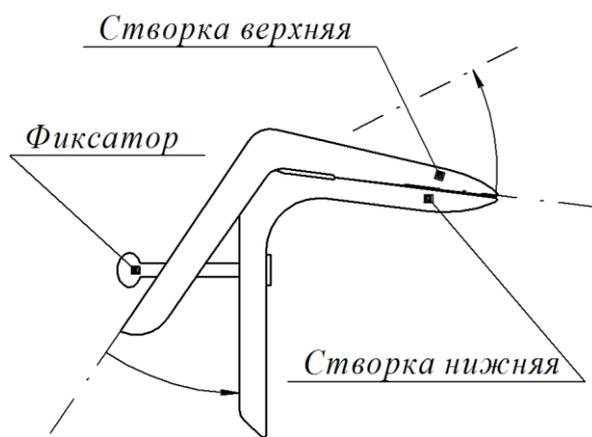

Рис. 2
2. Зеркало с сомкнутыми створками (рис. 2) в сагиттальной плоскости (при этом рукоятка инструмента обращена к левому или правому бедру пациентки) ввести во влагалище, затем развернуть створки во фронтальную плоскость (рукоятка инструмента обращена вниз или вверх).